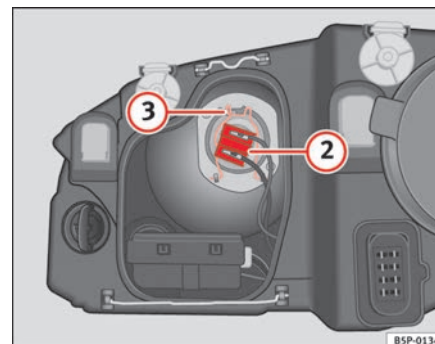

Fig. 161 Luz de cruce
- Extraiga el conector ⇒ página 261, fig. 161 ② de la lámpara.
- Desenganche el resorte retentor ⇒ página 261, fig. 161 ③ presionándolo hacia dentro y a la derecha.